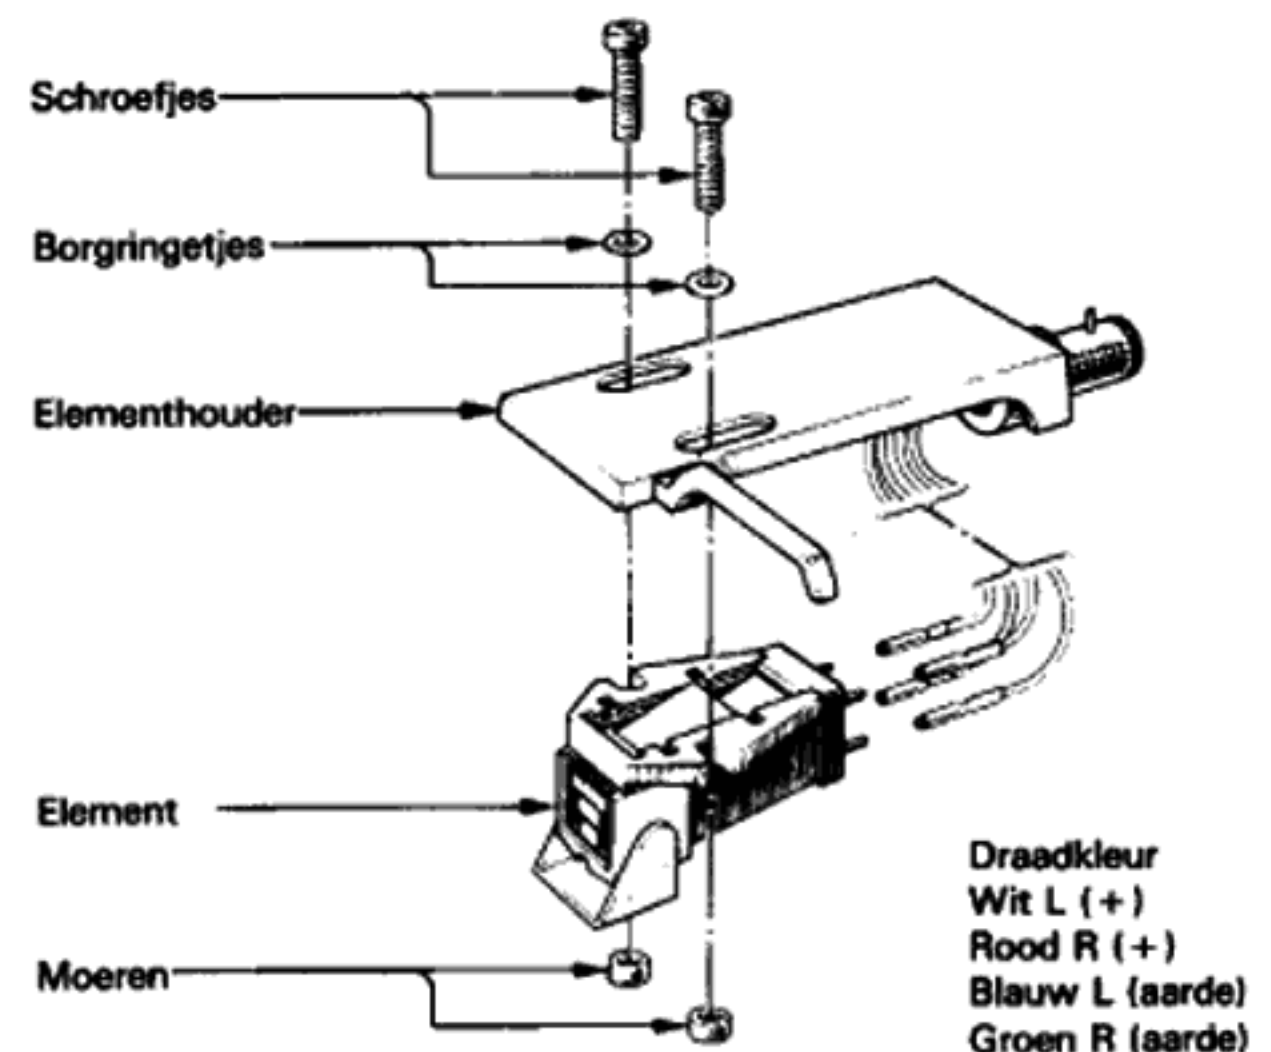

Fig. 10
- Sluit de aansluitingen van de aansluitdraden voorzichtig aan op de overeenkomstige pennen van het element. Zie Fig. 10 voor de kleurcode. Gebruik een klein tangetje of een pincet om de busjes op de pennenetjes te schuiven.